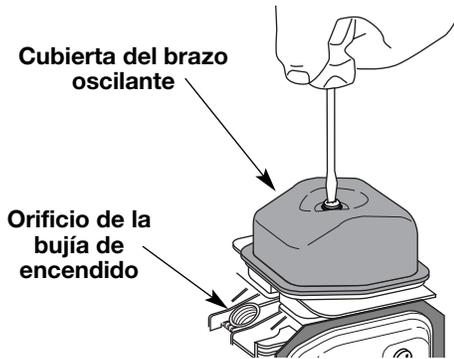

Fig. 37
6. Limpie la suciedad de alrededor de la cubierta del brazo oscilante. Saque el tornillo que sostiene la cubierta del brazo oscilante con un destornillador grande de vástago plano o con una broca Torx T-25 (Fig. 37). Saque la cubierta y la junta del brazo oscilante.
- El pistón se encuentre en la parte superior de su recorrido mientras mira dentro del orificio de la bujía de encendido (Fig. 37).